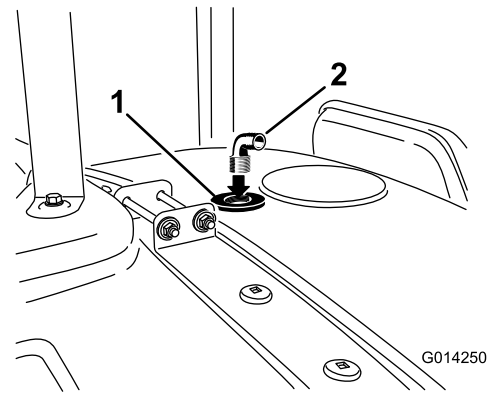

Figure 18
8. Insérez le raccord à 90° dans l'ouverture fileté du raccord de traversée (Figure 18).